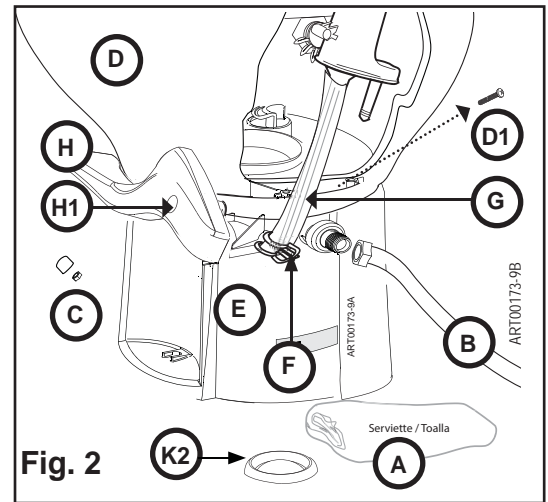

Fig. 2
1. Lay **D/E** on side with **H** facing up. Refer to Fig. 2.
2. Holding **D**, pull **H** up and off with a quick motion; set aside. Refer to Fig. 2.
4. Set **D/E** upright. Refer to Fig. 2.
5. Remove **D1** (2x); set aside. Refer to Fig. 2.
6. Hold **E**, turn **D** counter-clockwise and lift to remove from **E**; set aside Refer to Fig. 2.
13. Add silicone-based lubricant to underside of **D** where it meets (new) **K3** (Fig. 2, 3).
15. Verify **K-1** opens and closes properly. (Fig. 2, 3).
18. Squeeze **F** to connect **G** to **E** (Fig. 2).
Refer to Fig. 2.
Se reporter à la Fig. 2.
1. Poser **D/E** sur le côté avec **H** vers le haut. Se reporter à la Fig. 2.
2. En retenant **D**, dégager **H** vers le haut d'un mouvement rapide; mettre de côté. Se reporter à la Fig. 2.
4. Redresser **D/E** debout. Se reporter à la Fig. 2.
5. Enlever **D1** (2x); mettre de côté. Se reporter à la Fig. 2.
6. Maintenir **E**, tourner **D** dans le sens antihoraire et soulever pour retirer **E**; mettre de côté. Se reporter à la Fig. 2.
Consulte la Fig. 2.